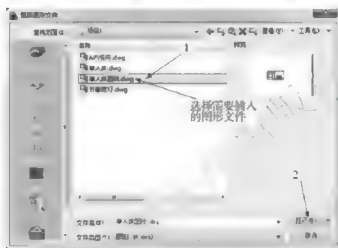

图 2-74
**步骤 3:** 在【插入】对话框中单击  按钮, 弹出【选择图形文件】对话框, 在该对话框中单选需要插入的图形文件, 如图 2-74 所示。